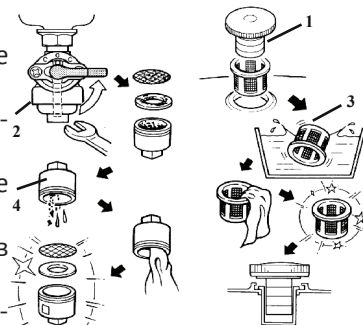

рис. 6
- снимите крышку бензобака (рис.6 поз.1) и колпачок крана подачи бензина (рис.6 поз.2), стараясь не повредить уплотнение;
- (рис.6 поз.3 и 4) промыванием в растворителе (типа Уайт-Спирит) и продувкой;
6.6.2 Слейте или полностью выработайте имеющуюся в баке топливную смесь (слив производится снятием колпачка крана подачи топлива (рис.6 поз.2).